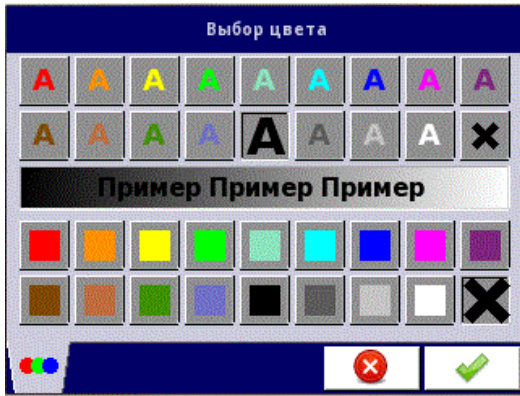

Рисунок 2.22
- цвет шрифта и фона (см. рисунок 2.22).